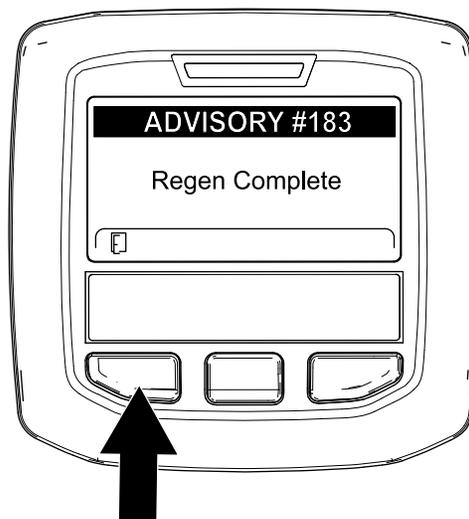

Рисунок 63
9. Когда компьютер двигателя завершает процесс стационарной или восстановительной регенерации, на дисплее инфо-центра появляется информационное сообщение № 183 (Рисунок 63). Для перехода на главный экран нажмите левую кнопку.